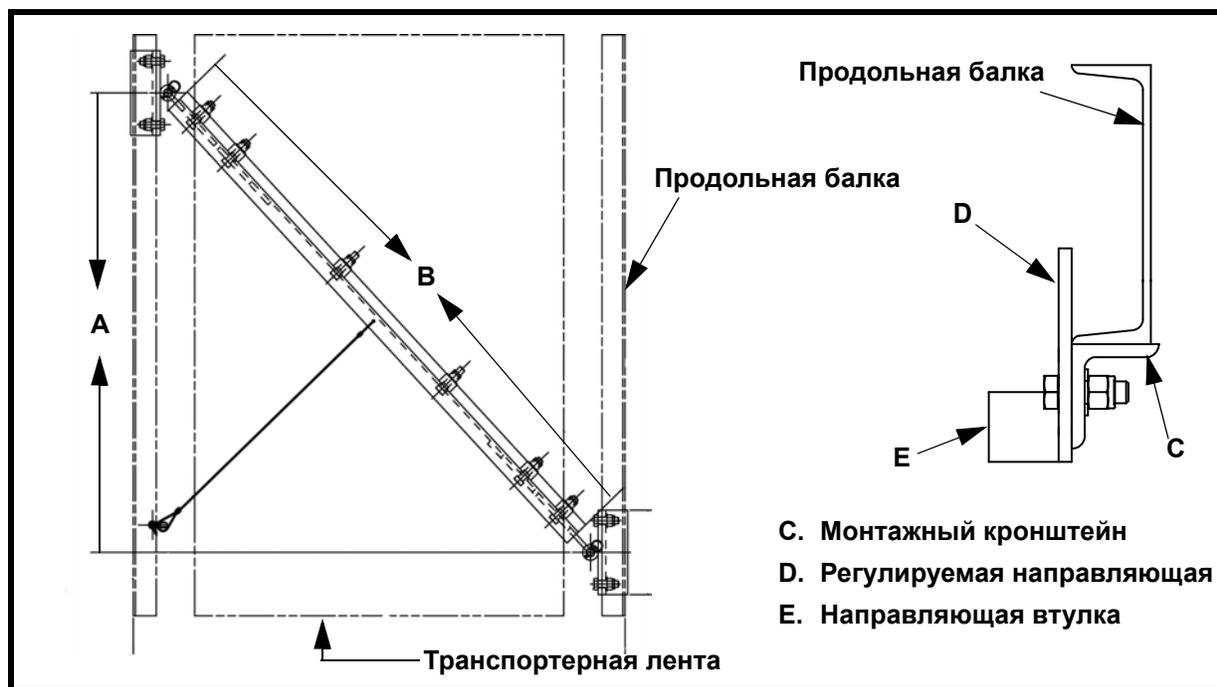

Рис. 2. Размещение монтажных кронштейнов на продольных балках
2. Установите монтажный кронштейн (С, рис. 2) слева от ленты:
- c. Прикрепите регулируемую направляющую (D) к монтажному кронштейну двумя винтами с шестигранной головкой, плоскими шайбами и упругими стопорными гайками.
- a. От центра направляющей втулки (E) на левом конце регулируемой направляющей отмерьте в сторону концевого ролика «размер А» (табл. 1). Сделайте отметку на левой продольной балке.